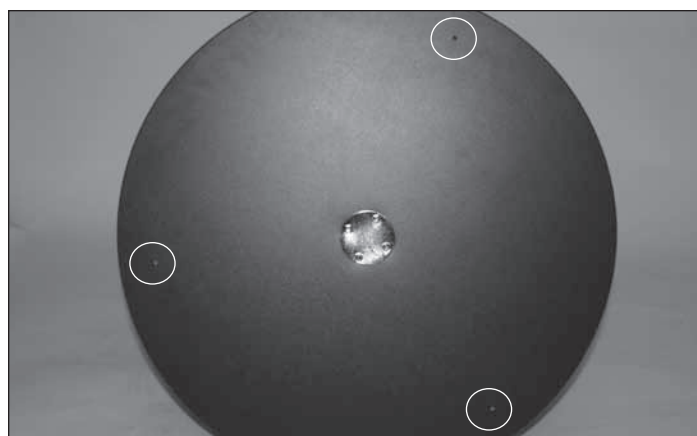
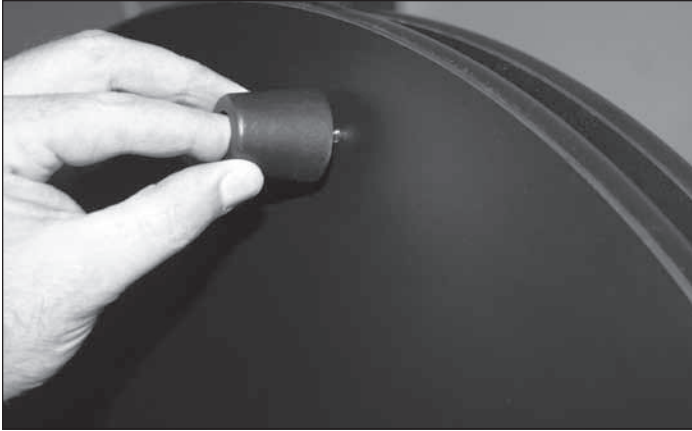

Figura 6. Agujeros de arranque para las patas.
Figura 7. Colocación de las patas de la base en la base.
1. Coloque la placa base boca arriba y apóyela con cuidado sobre la carcasa del motor de acimut. Localice los tres agujeros de arranque en el perímetro de la placa base inferior (**figura 6**). Inserte los tornillos a través de las patas y enrósquelos en los agujeros de arranque pretaladrados (**figura 7**) con el destornillador Phillips suministrado hasta que queden apretados.